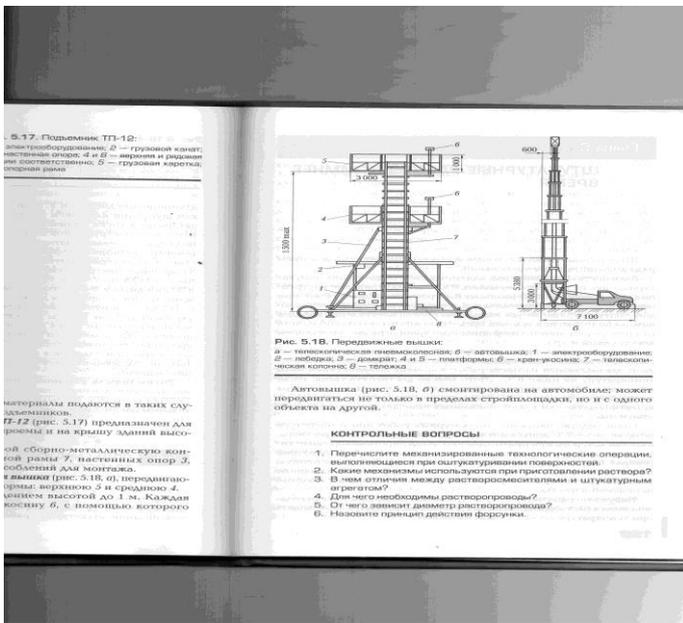

Рис. 5.18. Передвижные вышки:
Автовышка (рис. 5.18, 2) смонтирована на автомобиле; может передвигаться не только в пределах стройплощадки, но и с одного объекта на другой.
7. На какую максимальную высоту поднимает рабочего передвижная вышка? (см. рис.5.18)